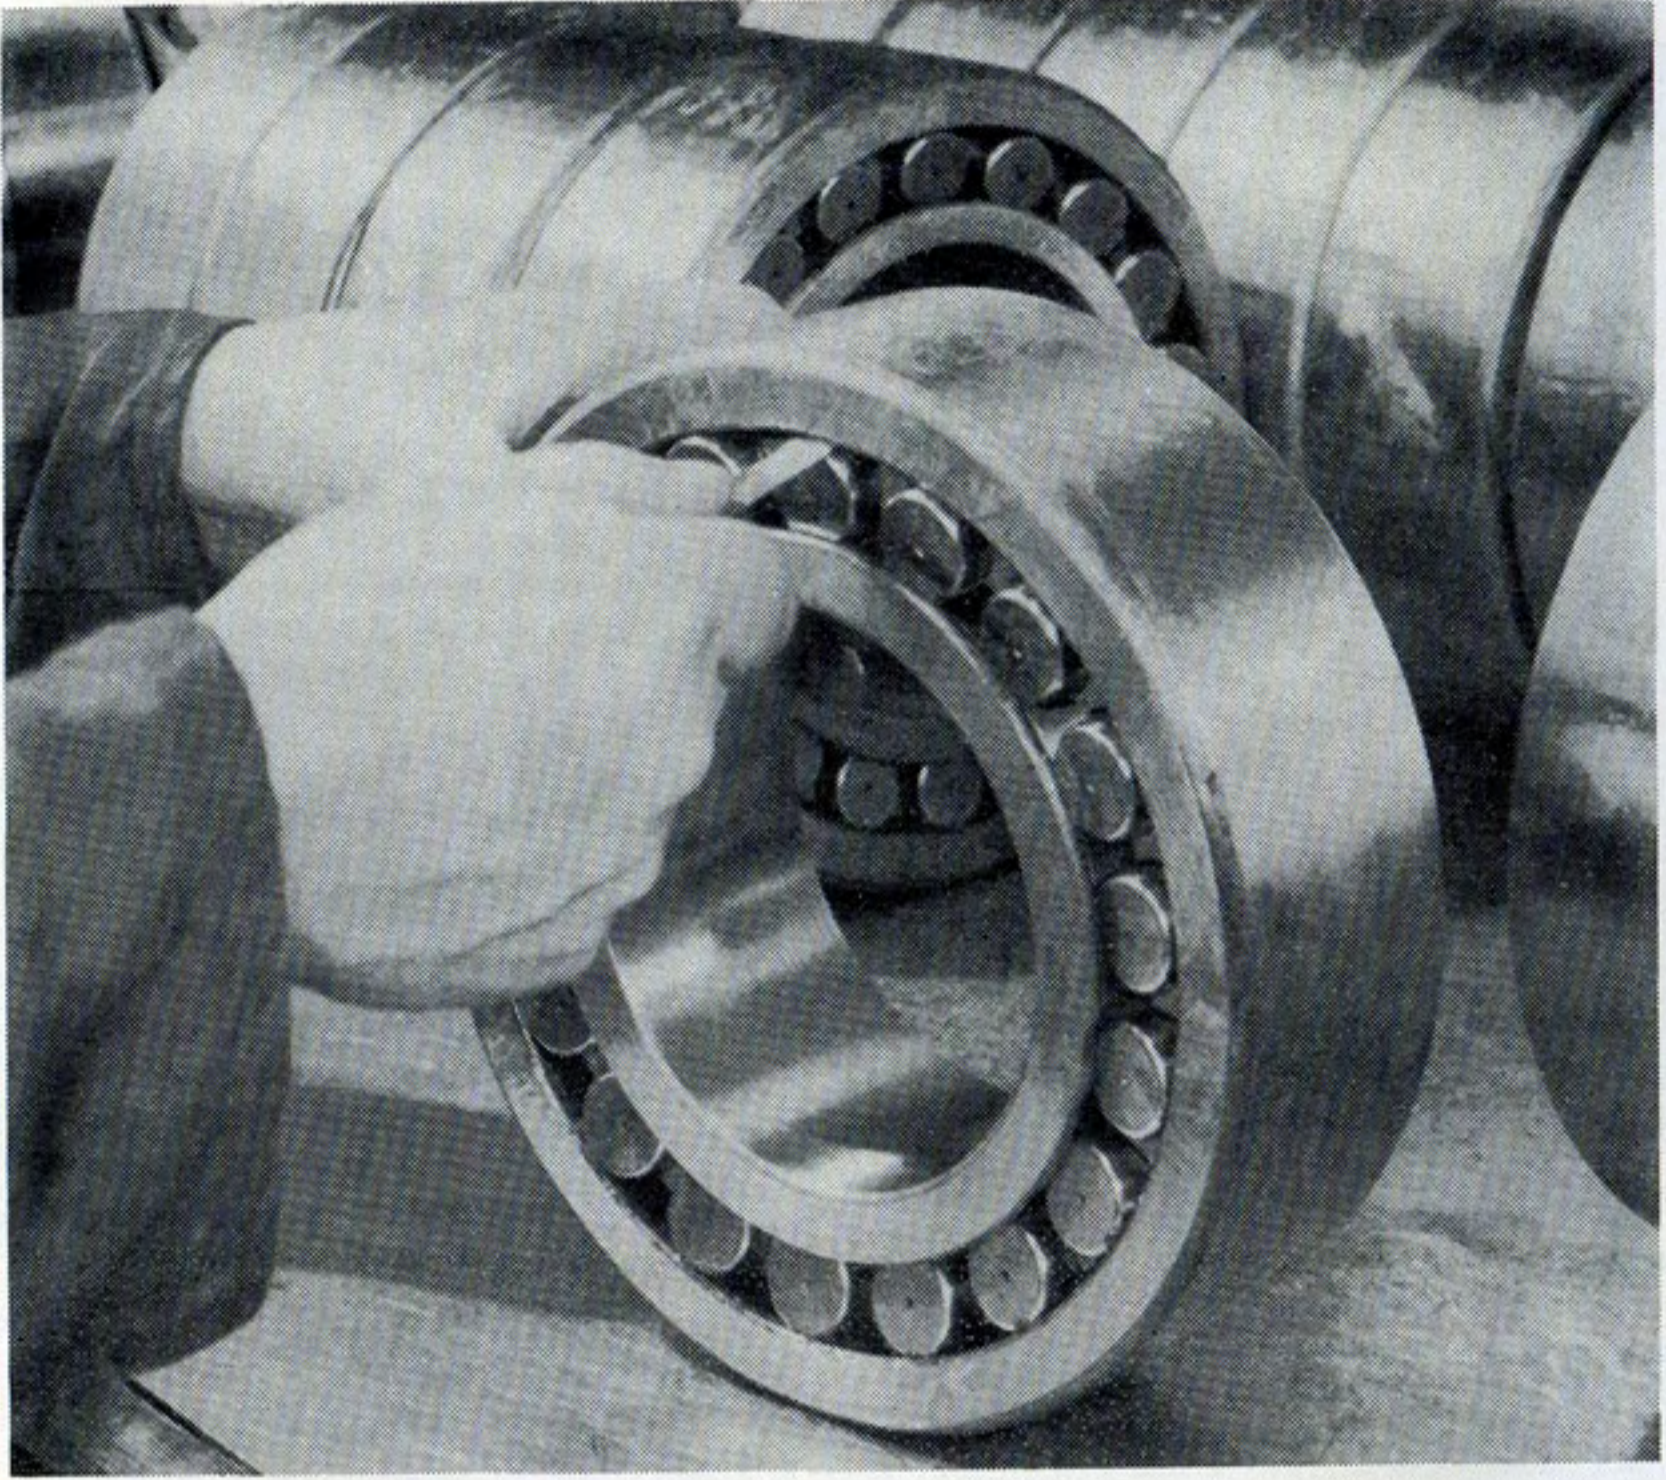

Fig. 13. Mesure du jeu du roulement avant montage à l'aide de lames calibrées.
2. Le roulement est sorti de son emballage et son jeu est mesuré à l'aide de lames calibrées, fig. 13 et 14. On mesure le jeu entre la bague extérieure et un rouleau non chargé; il ne faut pas coincer la lame en faisant tourner le roulement. Cette lame est introduite entre le rouleau et la bague avec assez de force pour qu'elle refoule la graisse qui se trouve à cet endroit. On maintient solidement les bagues intérieure et extérieure pour les empêcher de se déplacer l'une par rapport à l'autre et l'on s'assure que les minces lames calibrées ne sont pas collantes, ce qui pourrait fausser le résultat de la mesure.